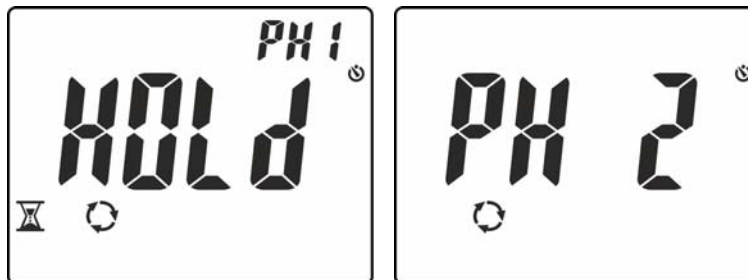

Abb. 14: Ermittlung der Phase L1 und Abwarten der Phase L2
4. Bei korrekter Spannung und Frequenz zeigt das Gerät die Meldung **“HOLD”**, die Symbole und **“PH1”**, dabei gibt der Summer einen kontinuierlichen Ton ab und wartet auf die Ermittlung eines stabilen Spannungswerts an Phase L1 (siehe Abb. 14 – linke Seite).
5. Entfernen Sie nicht die Messleitung von der Phase L1 bis **“PH 2”** blinkend im Display erscheint (siehe Abb. 14 – rechte Seite).